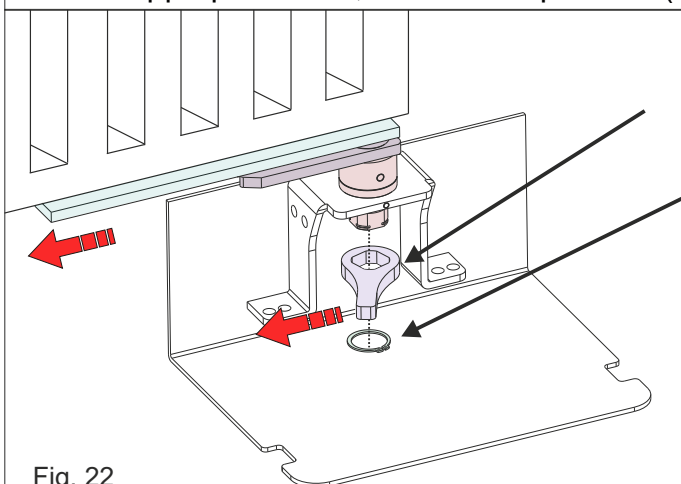
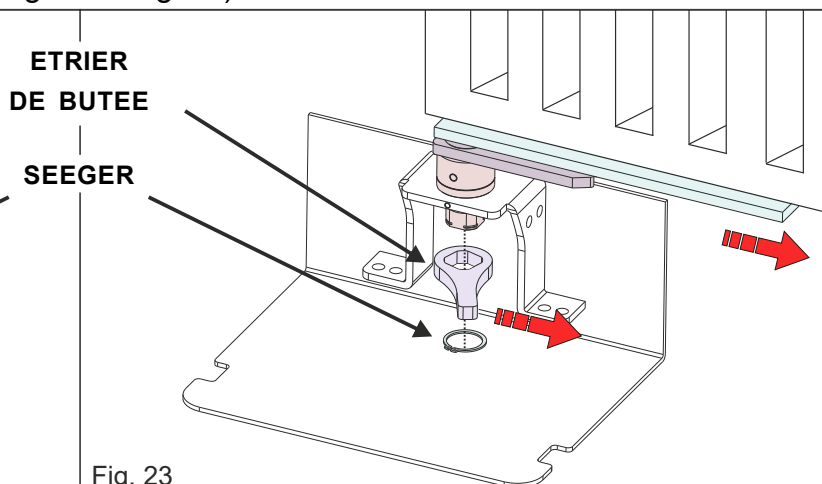

Fig. 22
Fig. 23
6.1. Insérez l'étrier de butée dans la tige, ***en faisant attention à l'insérer dans la même direction dans laquelle l'étrier support du vantail est orientée***, puis verrouillez-la avec le seeger (Fig. 22 et Fig. 23)
Pour le montage, référez-vous donc aux instructions du **chapitre 6**, en faisant attention à monter l'étrier de butée et l'aimant dans la direction correcte (**même orientation de l'étrier de support de la porte**). Voir Fig. 22 et Fig 23